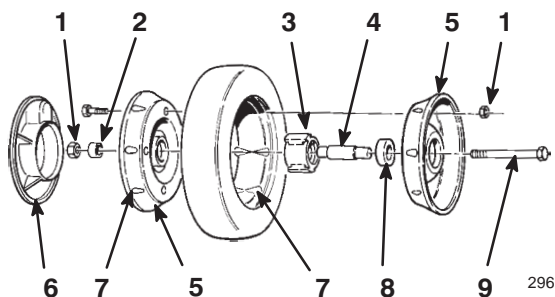

Bild 29
3. Entfernen Sie die Schraube, das Distanzstück und die Sicherungsmutter, mit denen das Rad am Gelenkarm befestigt ist (Bild 29).
4. Nehmen Sie die Radhälften von den Reifen ab, indem Sie vier Schrauben und vier Sicherungsmuttern entfernen (Bild 29).
Hinweis: Wenn Sie die Lager aus der Lager-/Nabengruppe entfernen, führen Sie diesen Schritt durch Drücken auf das Lagerdistanzstück durch (Bild 29).
1. Positionieren Sie den Reifen auf einer Radhälfte, wobei Sie die Ansätze an beiden ausfluchten (Bild 29).
2. Positionieren Sie die Lager-/Nabengruppe in das zentrale Loch der Radhälfte. Stellen Sie sicher, dass die Beine der Nabe über dem Flansch des Lochs positioniert sind (Bild 29).
3. Legen Sie die zweite Radhälfte über die Lager-/Nabengruppe, wobei Sie die Rad- und Reifenansätze mit den Befestigungslöchern abstimmen (Bild 29).
4. Montieren Sie die beiden Radhälften locker mit zwei 6 x 38-mm-Gewindeschrauben und einfachen Muttern. Setzen Sie die Schrauben in die gegenüberliegenden Löcher ein (Bild 29).
5. Kontrollieren Sie, ob alle Bauteile gefluchtet sind und ziehen dann die Schrauben, abwechselnd von Seite zu Seite, so fest, dass die beiden Radhälften gleichmäßig zusammengezogen werden (Bild 29).
6. Setzen Sie die zwei Schrauben und Sicherungsmuttern, die Sie vorher entfernt haben, in die restlichen Löcher der Radhälften ein und ziehen diese fest. Nehmen Sie die zwei langen Schrauben ab und ersetzen Sie diese mit zwei Schrauben und Sicherungsmuttern (Bild 29).
7. Montieren Sie das Rad mit Hilfe der Schrauben, einem Distanzstück und einer Sicherungsmutter am Gelenkarm. Stellen Sie dabei sicher, dass sich das Distanzstück zwischen der Radnabe und dem Gelenkarm befindet (Bild 29).